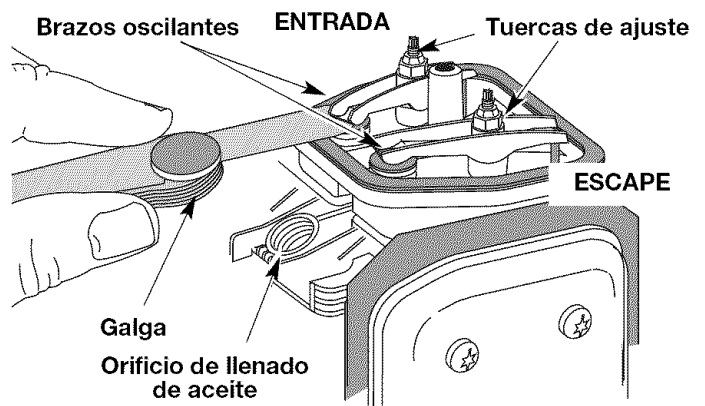

Fig. 37
- El pistón se encuentre en la parte superior de su recorrido mientras mira dentro del orificio de la bujía de encendido (Fig. 37).
12. Deslice la galga entre el brazo oscilante y el resorte de retorno de la válvula. Mida el huelgo entre el vástago de la válvula y el brazo oscilante (Fig. 37 y 38). Realice esto en las válvulas de entrada y de
El huelgo recomendado para las válvulas de entrada y de escape es 0,076 – 0,152 mm (0,003 – 0,006 pulgadas). Use un calibre regular de automóvil de 0,127 mm (0,005 pulgadas). El calibre debe deslizarse entre el balancín y el vástago de la válvula con una ligera cantidad de resistencia, sin doblarse (Fig. 37 y 38).